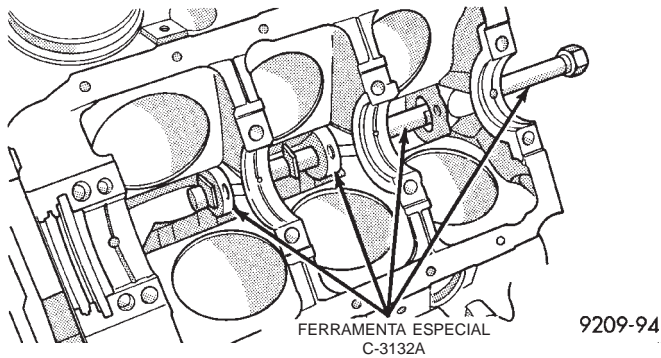

Fig. 48 Remoção e Instalação dos Rolamentos do Eixo de Comando das Válvulas com a Ferramenta C-3132-A
(1) Com o motor completamente desmontado, retire o bujão do orifício do rolamento do came traseiro.
(2) Instale as arruelas de ferradura e os adaptadores de tamanho adequados (peça da Ferramenta do Removedor/Instalador do Rolamento do Eixo de Comando das Válvulas C-3132-A) atrás de cada blindagem do rolamento. Retire as blindagens do rolamento. (Fig. 48).